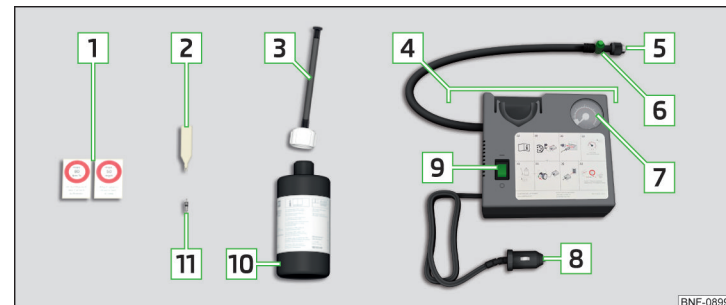

Abb. 335 Pannensetbeschreibung
- › Den Ventileinsatzdreher **2** » Abb. 335 auf Seite 303 auf den Ventileinsatz stecken, sodass der Ventileinsatz in den Schlitz des Ventileinsatzdrehers passt.
- › Den Reifenfüllschlauch **5** » Abb. 335 auf Seite 303 fest auf das Reifenventil schrauben.